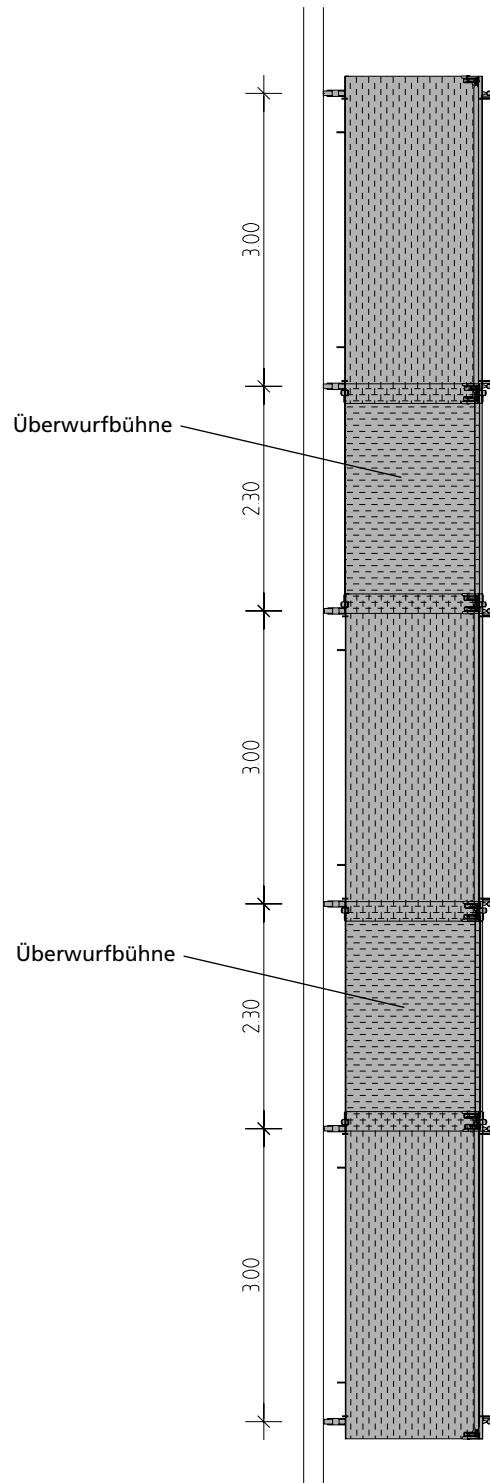

Abb. 16.2
b) geplanter Einsatz der Überwurfbühne LAB 130/240 zur Reduzierung der Verankerungspunkte (ca. 25 bis 30 % Ersparnis, Abb. 16.2).